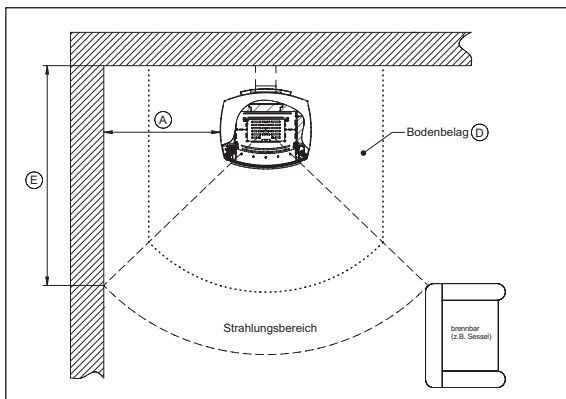

Abb. 17
Der seitliche Mindestabstand (Abb. 17 **A**) beschreibt den Mindestabstand vom Kaminofen zur seitlichen Aufstellwand und ist von der hinteren Aufstellwand bis zum Beginn des Strahlungsbereichs (E) der Frontscheibe gültig. Bei Kaminöfen mit gewölbter Frontscheibe oder breitem Strahlungsbereich muss der minimale Wandabstand (A) um den hineinragenden Strahlungsbereich angepasst werden.